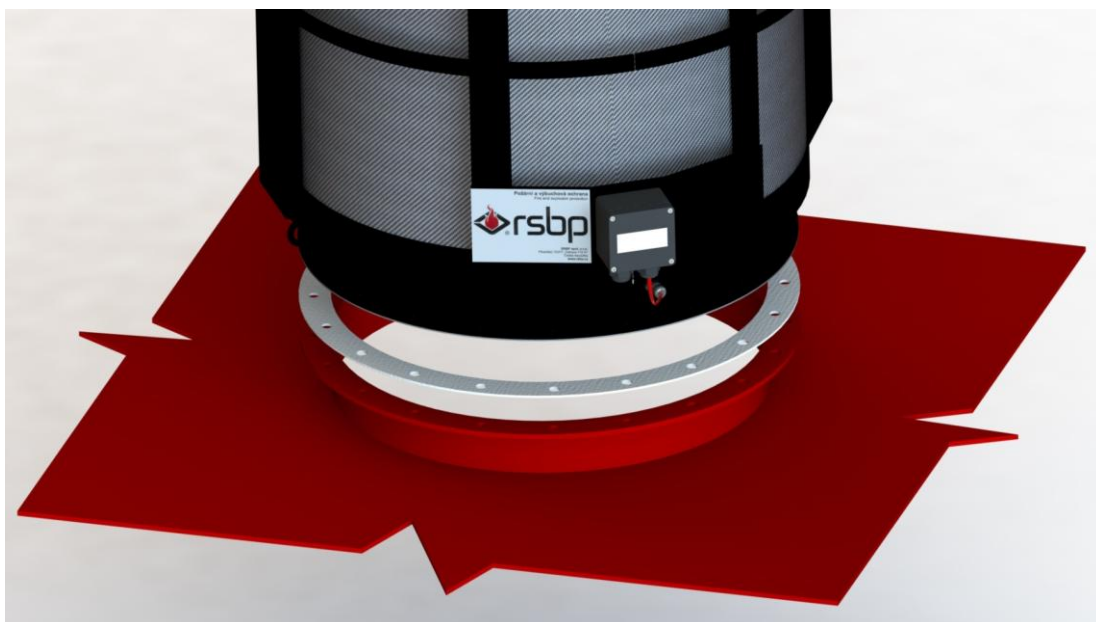

Рис. 9 – Уплотнение пламягасителя
- 4) Необходимо тщательно очистить обе уплотнительные поверхности фланцев, а также фланцевое уплотнение для обеспечения герметичности (рис. 9).